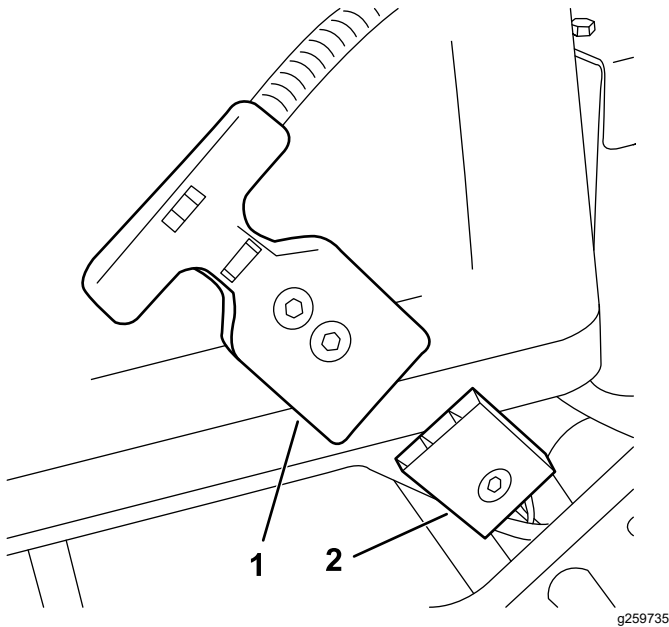

图 3
- 将 T 形手柄接头拉离固定到电池托盘上的主电池电源接头图 3。
- 将 T 形手柄连接至电池组接头图 3